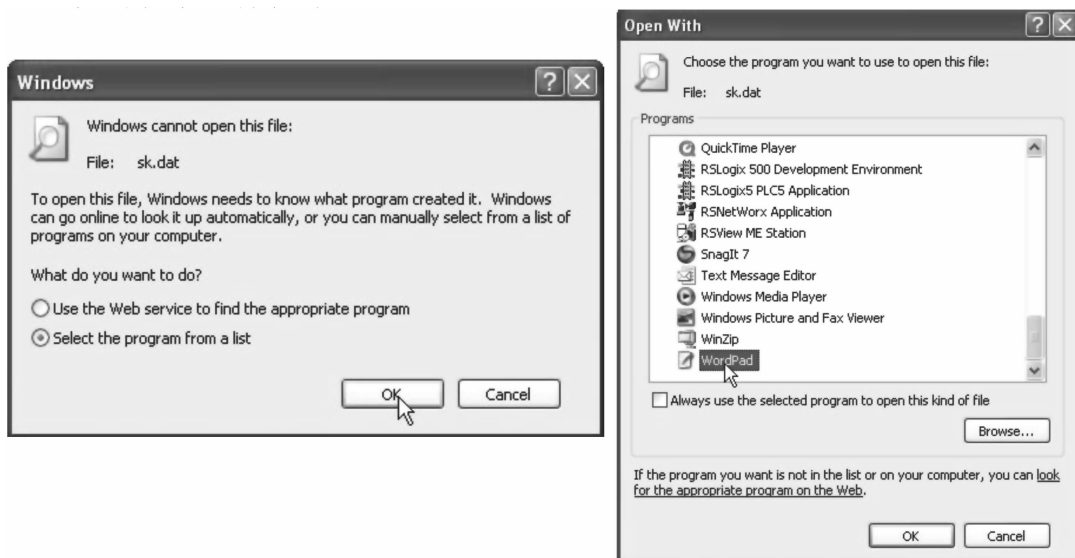

图 22-16 选择打开方式
26. 选中“从列表中选择程序”(Select the program from a list)复选框,如图22-16所示。